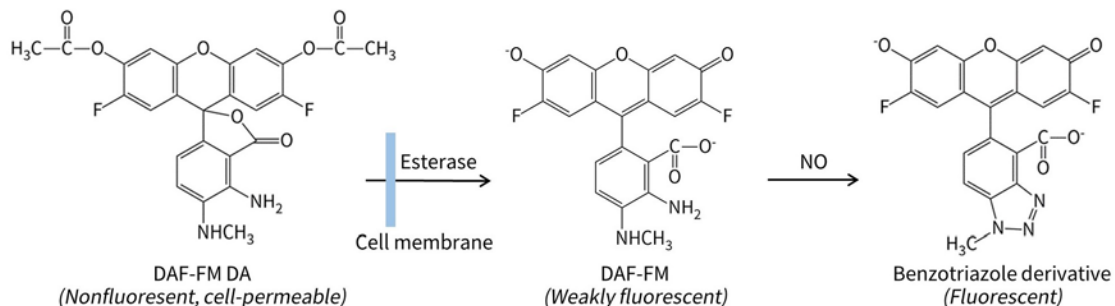

图1. 碧云天一氧化氮检测试剂盒(DAF-FM DA) (S0020)检测原理图。
- 本试剂盒检测一氧化氮的原理如图1所示。DAF-FM DA可以穿过细胞膜(Cell-permeable), 进入细胞后可以被细胞内的酯酶催化形成不能穿过细胞膜的DAF-FM。DAF-FM本身仅有很弱的荧光, 但在和一氧化氮反应后可以产生强烈荧光, 激发波长为495nm, 发射波长为515nm。任何可以检测Fluorescein绿色荧光的仪器, 包括荧光显微镜、激光共聚焦显微镜、流式细胞仪、荧光分光光度计或荧光酶标仪都可以用于本荧光探针的检测。